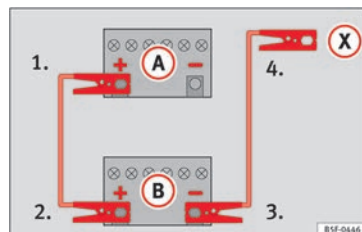

Fig. 77 Esquema de conexión para vehículos sin sistema Start Stop.
2. Emborne un extremo del cable **rojo** de emergencia al polo positivo (+) del vehículo con la batería descargada (A) » » » **fig. 77**.
3. Emborne el otro extremo del cable **rojo** de emergencia al polo positivo (+) del vehículo que suministra la corriente (B).
4. **En los vehículos sin sistema Start-Stop:** emborne un extremo del cable **negro** de emergencia al polo negativo (-) del vehículo que suministra la corriente (B) » » » **fig. 77**.
– En los vehículos con sistema Start-Stop: emborne un extremo del cable **negro** de emergencia (X) a un terminal de masa adecuado, a una pieza de metal maciza que